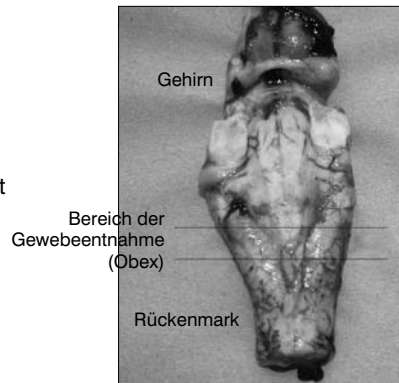

Abbildung 1. Rinder-Stammhirn.
4. El cilindro de la jeringuilla se moverá a través del tronco cerebral y a través de la región del óbex. Asegúrese de que la jeringuilla se ha colocado en la parte superior del área de muestreo (véase Ilustración 1). De este modo, el cilindro tendrá ya la muestra de óbex.
Abbildung 1 zeigt den Bereich für die korrekte Gewebeentnahme.